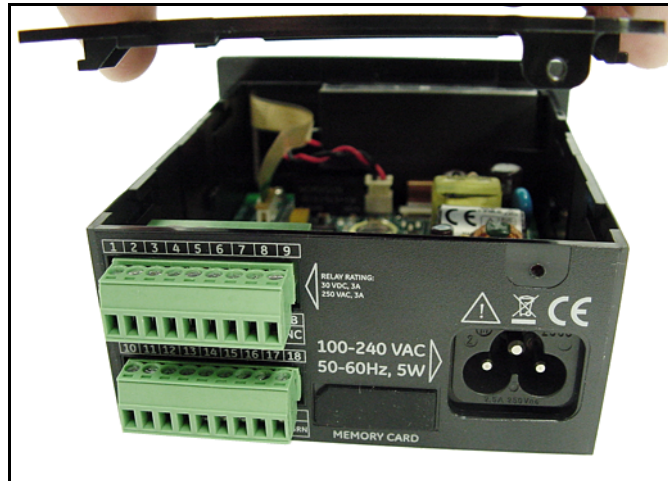

Figure 7: Verwijder de kap
5. Til de kap weg van de behuizing (zie *Figure 7* hieronder).